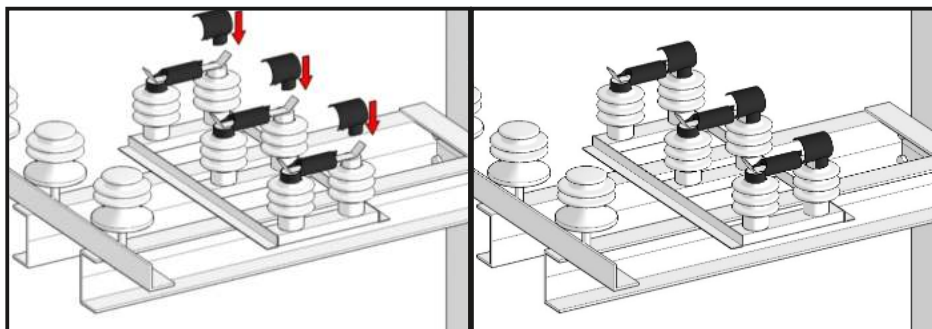

Рис. 46.
11.2.5. Выполнить монтаж кожухов ПЗУ-6-10кВ-ТРН-НГ (для неподвижного контакта) (Рис. 46).